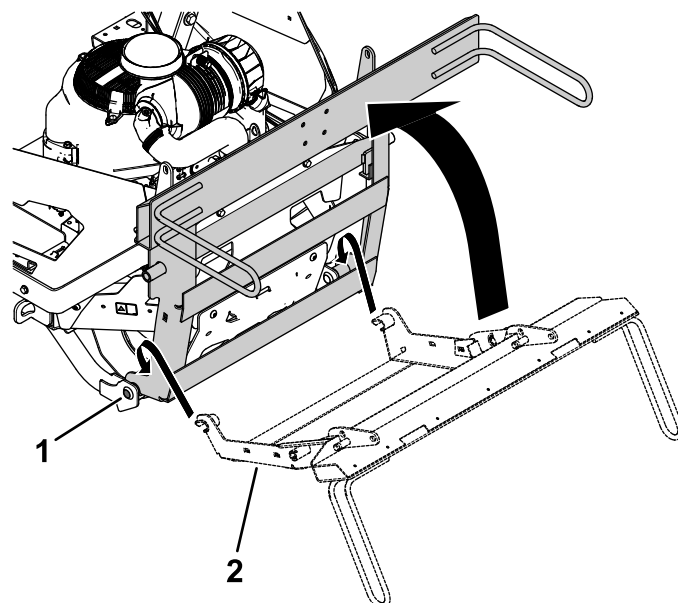

Figura 11
1. Oriente a estrutura do depósito de recolha em redor dos pinos da articulação no suporte de apoio e rode-o para a frente (Figura 11).